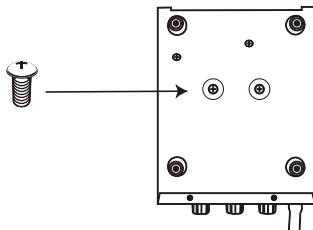

图1
1. 使用之前请必须卸下在机身底部固定气泵的螺丝，否则会引起严重问题。如图1所示